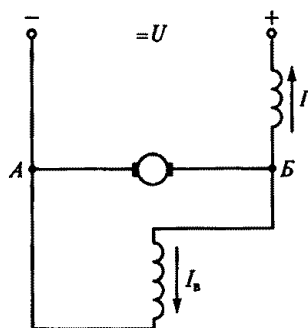

Рис. 239
10.20. Как направлены ЭДС E и ток якоря $I_{\text{я}}$ в генераторе со смешанным возбуждением, схема которого приведена на рис. 239?